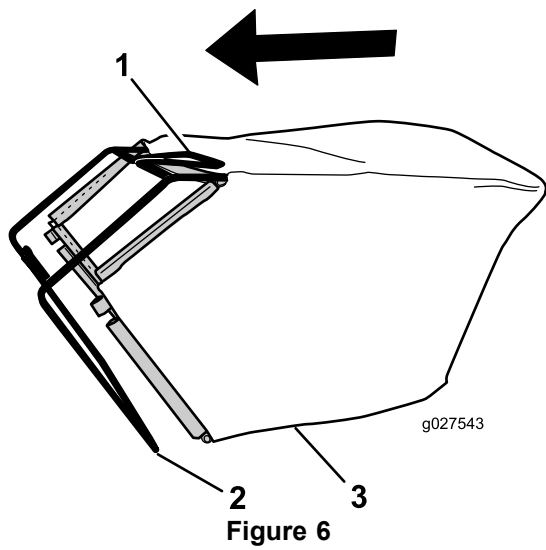

Figure 6
- Glissez le bac sur l'armature, comme montré à la Figure 6.
Remarque: Ne passez pas le bac par dessus la poignée (Figure 6).